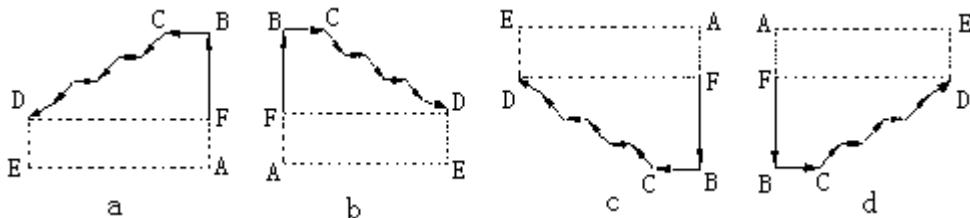

图 4-16-2
- 6) 指令中的 I、K 均为无符号数，进刀退刀方向由 G71 指令行中的 X (U) 相对于起刀点的方向来决定，所以必须指定 X (U)，并且如果指定 U0 或该点 X 轴坐标与起刀点相同，则系统会发出 E271 报警。
- 7) I 的取值范围与 X (U) 的范围有关系；I、U 取值范围必需符合 U/I 小于 10000 的要求。I 越小，则剥离的层数越多。
- 11) 用 G71 指令切削的形状有以下四种情况，如图 4-16-2 所示；但无论哪一种都是从 G71 起始点 A 开始、刀具平行于 Z 轴对毛坯进行逐层剥离切削、直到 B 点。
- 14) G71 指令切削的形状有以下四种情况：图 4-16-2 中，A 点为 G71 的起始点、B 点为加工轮廓起点、D 点为加工轮廓终点、BCD 段表示加工的轨迹。